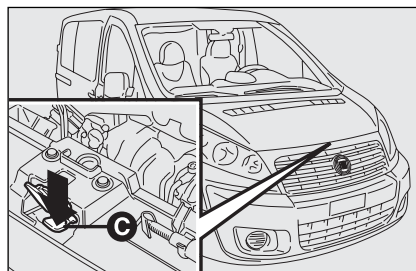

fig. 106
- press the bonnet lever **C**-fig. 106;